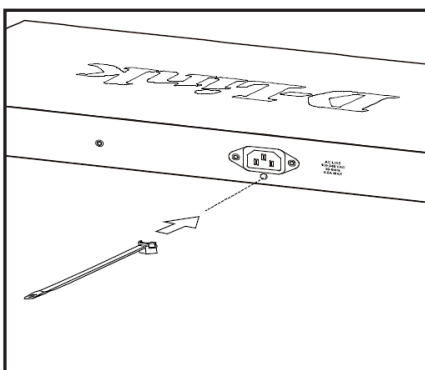

Figure 7. Insertion de l'attache
1. Le côté rugueux orienté vers le bas, insérez l'attache dans l'orifice situé au-dessous de la prise d'alimentation, comme illustré à la Figure 7.